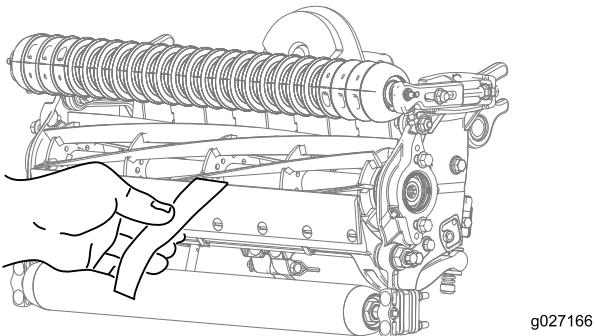

Bild 10
12. Testen Sie die Schnittleistung, indem Sie einen langen Streifen des Toro Schnittleistungspapiers senkrecht zum Untermesser zwischen die Spindel und das Untermesser legen (Bild 10). Drehen Sie die Spindel **langsam** vorwärts; das Papier sollte geschnitten werden.